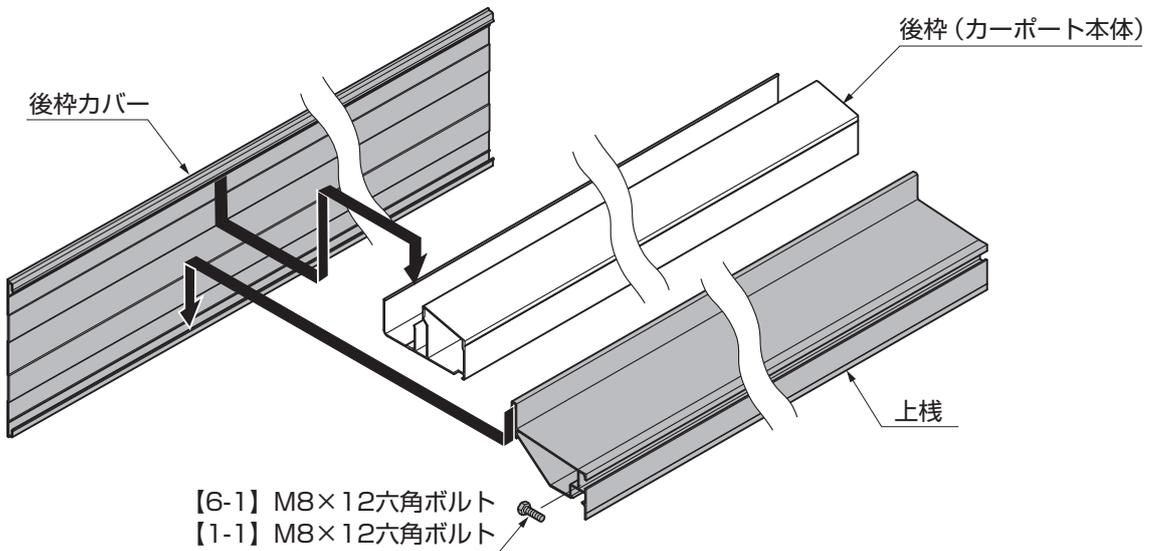

図4-1
- ①後枠カバーを後枠に引っ掛けてください。(図4-1参照)
- ②上棧を後枠カバーに引っ掛けてください。(図4-1参照)
- ③上棧に柱、サイドパネル補助柱の本数だけ、【1-1】、【6-1】を差込んでください。(図4-1参照)